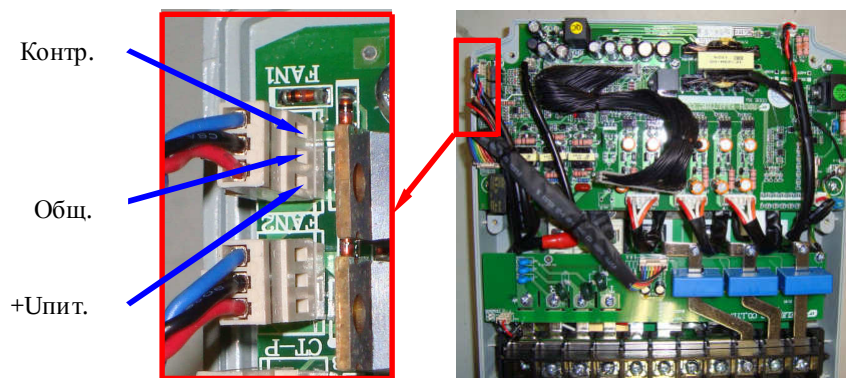

Рис. 4.18.
4.12.3. **Отсоединить** разъем вентилятора от платы драйверов и проверить его вращение, подав напряжение ≈ 24 В от источника питания (п.3.4.2) на разъем вентилятора между контактами +Упит и Общ (рис.4.18). При отсутствии вращения – вентилятор заменить (п. 5.5).
4.12.5. В случае появления сообщения об ошибке «ОН2» поочередно измерить напряжение на разъемах FAN 1, FAN 2 между выводами Общ. и Контр. при работающих вентиляторах (рис. 4.18).